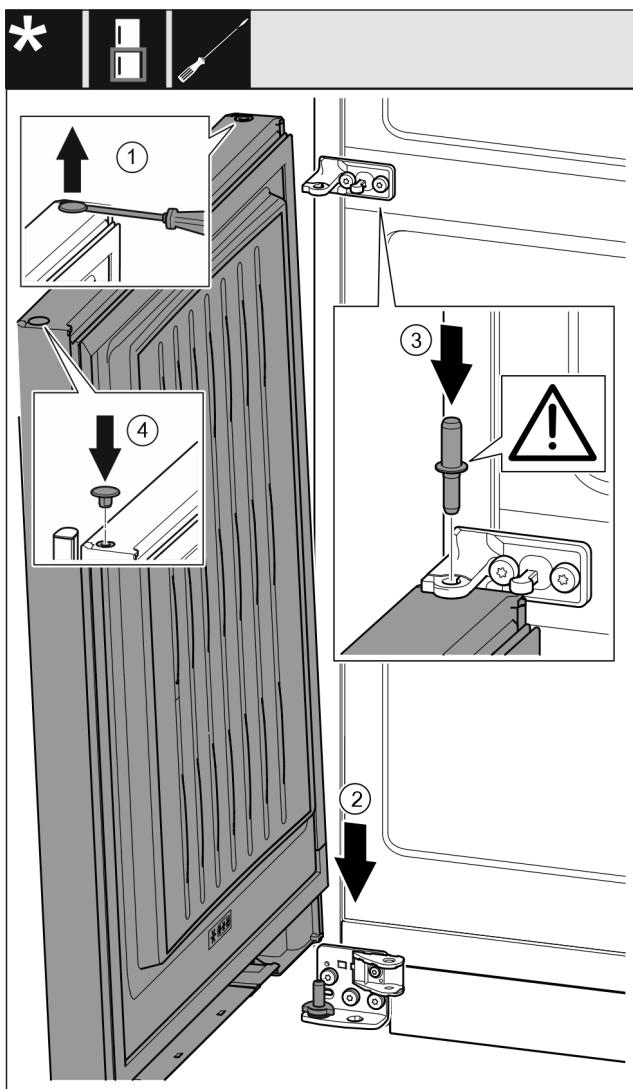

Fig. 43
- Stopfen Fig. 43 (1) vorsichtig mit einem Schlitzzschraubendreher anheben und herausziehen.
- Tür Fig. 43 (2) von oben auf den unteren Lagerbolzen aufsetzen.
- Lagerbolzen Mitte Fig. 43 (3) durch Lagerbock Mitte in die untere Tür einsetzen. Dabei darauf achten, dass der Rastnocken nach hinten zeigt.
- Stopfen Fig. 43 (4) auf der anderen Türseite wieder einsetzen.